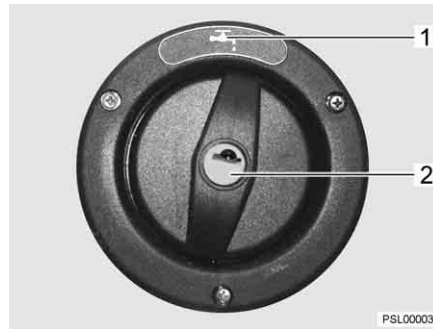

Bild 55 Verschlussdeckel für Trinkwasser-Einfüllstutzen
- ▷ Der Trinkwasser-Einfüllstutzen ist mit dem Symbol "☰" (Bild 55,1) gekennzeichnet.
- Schlüssel in Schließzylinder (Bild 55,2) stecken und entgegen dem Uhrzeigersinn drehen.